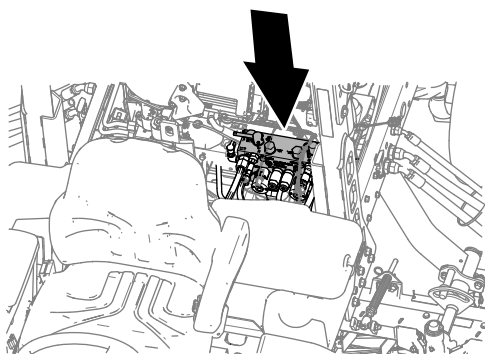

Figure 167
- Tournez les leviers de rodage avant, arrière ou les deux jusqu'à la position R (rodage) (Figure 167).